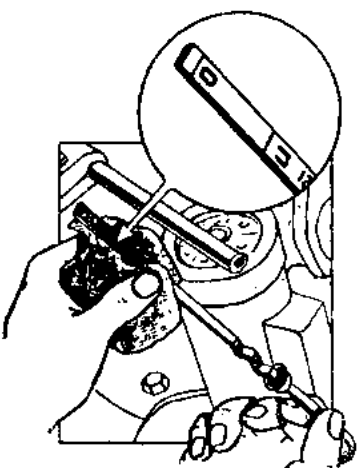

Рис. 8. Проверка уровня масла в картере двигателя.
2. Проверьте уровень масла в двигателе, который должен быть перед выездом на высоте метки *П* маслоуказателя (рис. 8).